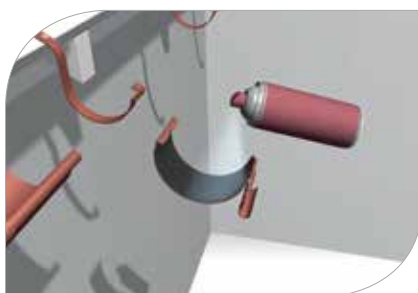

рис. 5
- 1.9 Перед монтажом системы Galeco STAL прокладки элементов системы необходимо обработать силиконом для лучшего контакта прокладок с профилем желоба (**рис. 5**)